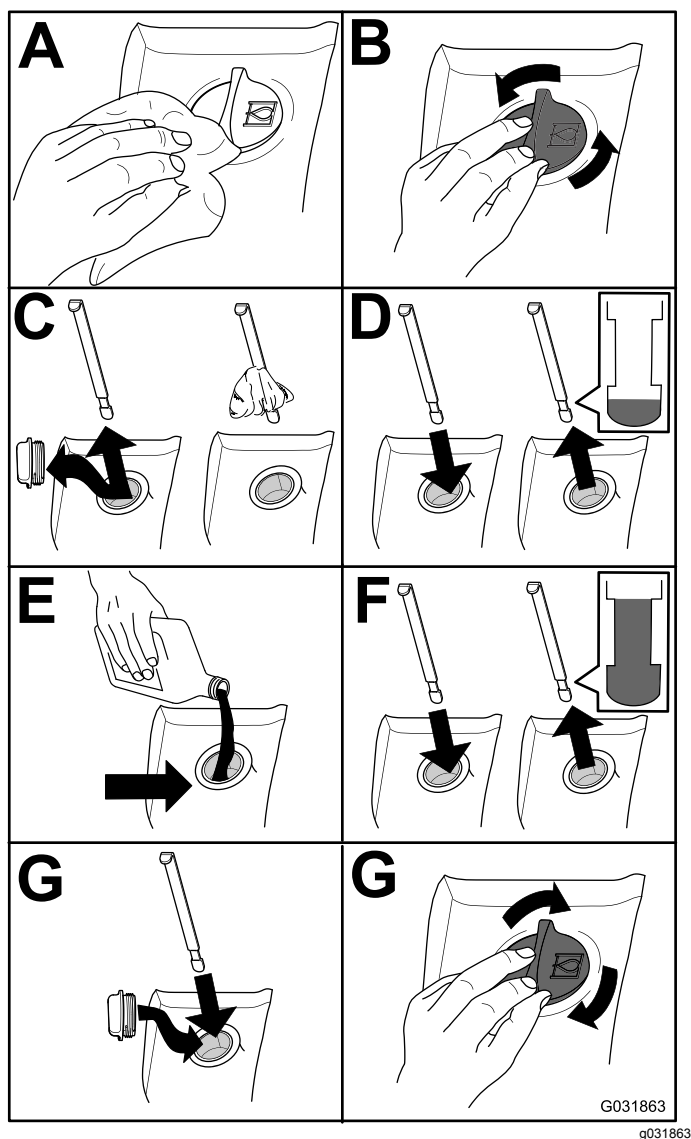

Figura 104
2. Compruebe el nivel de fluido hidráulico (Figura 104).